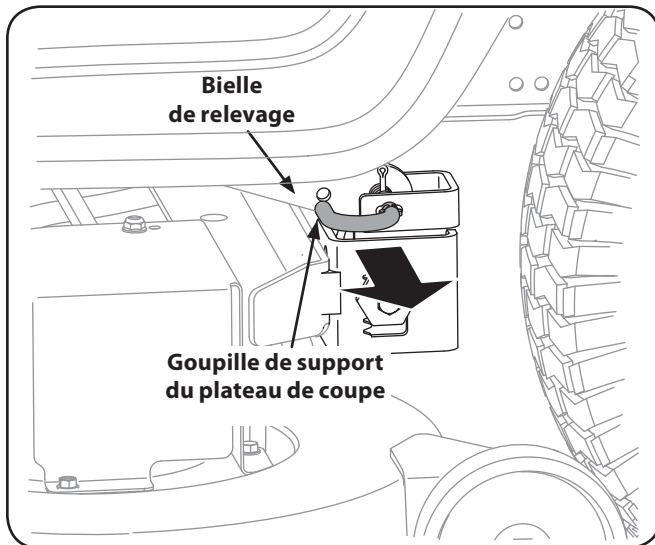

Figure 7-3
7. **Sur les plateaux de coupe de 42 po et 46 po :** Placez-vous sur la gauche du tracteur et localisez la goupille de support du plateau de coupe sur le côté arrière gauche du plateau de coupe. Sortez la goupille du support du plateau de coupe pour dégager le plateau de la bielle de relevage. Voir la Figure 7-3.